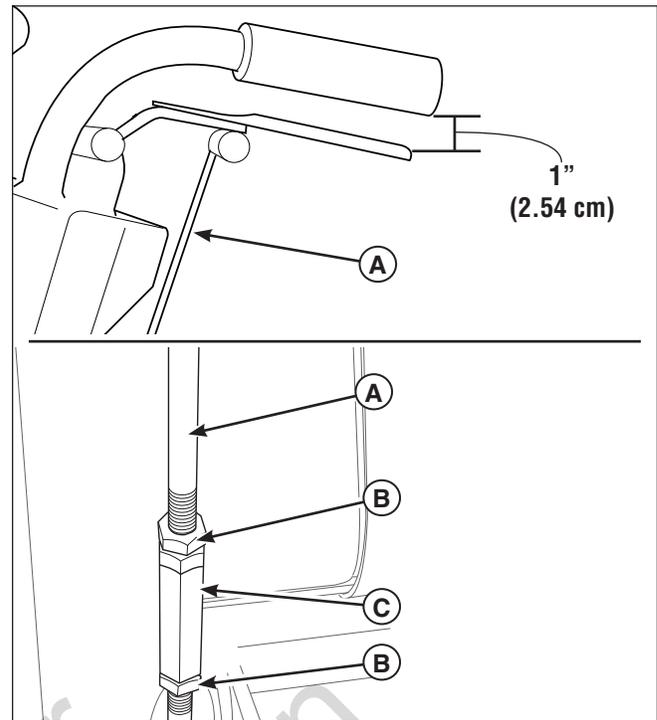

Figura 39. Ajuste de distancia de la palanca de control de velocidad de reversa
1. Suelte las contratuercas (**B, Figura 39**) que se encuentran en la parte superior e inferior de la varilla de enlace de cambio de marcha (**A**).